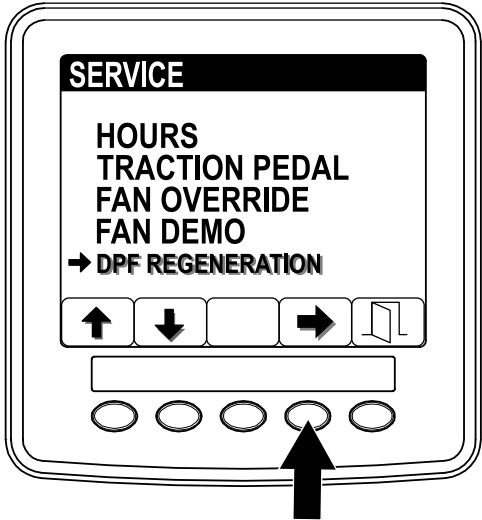

Figura 35
1. Vaya al menú Mantenimiento, y pulse el botón 1 o el botón 2 para desplazarse a la opción REGENERACIÓN DEL DPF (Figura 35).
2. Pulse el botón 4 para seleccionar la opción Regeneración del DPF (Figura 35).